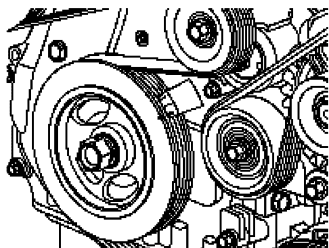

图 8-27 对齐曲轴正时标记
2) 转动曲轴带轮, 并对齐它的凹槽和正时链下盖的正时标记“T”, 如图 8-27 所示。